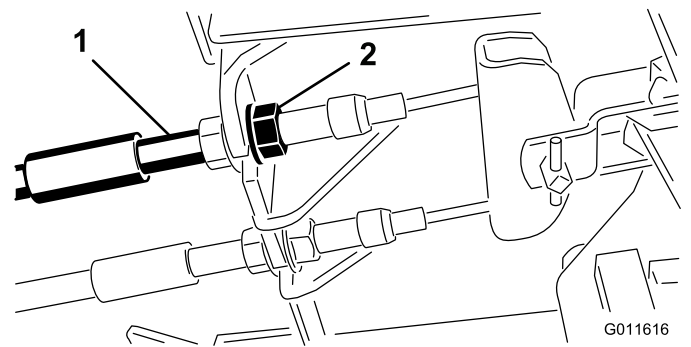

Figure 69
1. Pour réduire la garde aux pédales de frein, serrez les freins en desserrant l'écrou avant sur l'extrémité filetée du câble de frein (Figure 69).